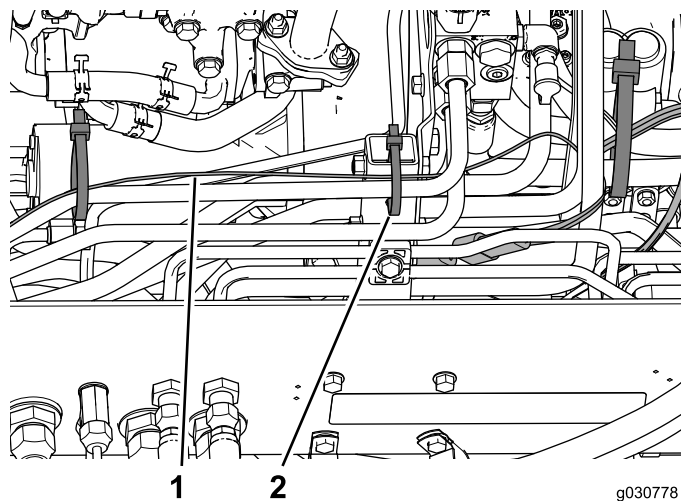
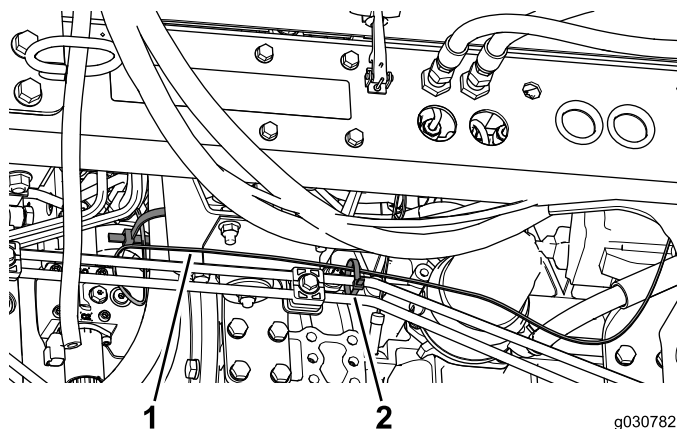

图49
图50
5. 用扎带将线束固定到液压软管和硬线上，位置如 图 49 和 图50 所示。